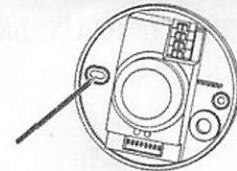

图.2
- 4.2 将底座顶在墙上做钻孔标记, 要注意墙上的引线 (见图.2)。